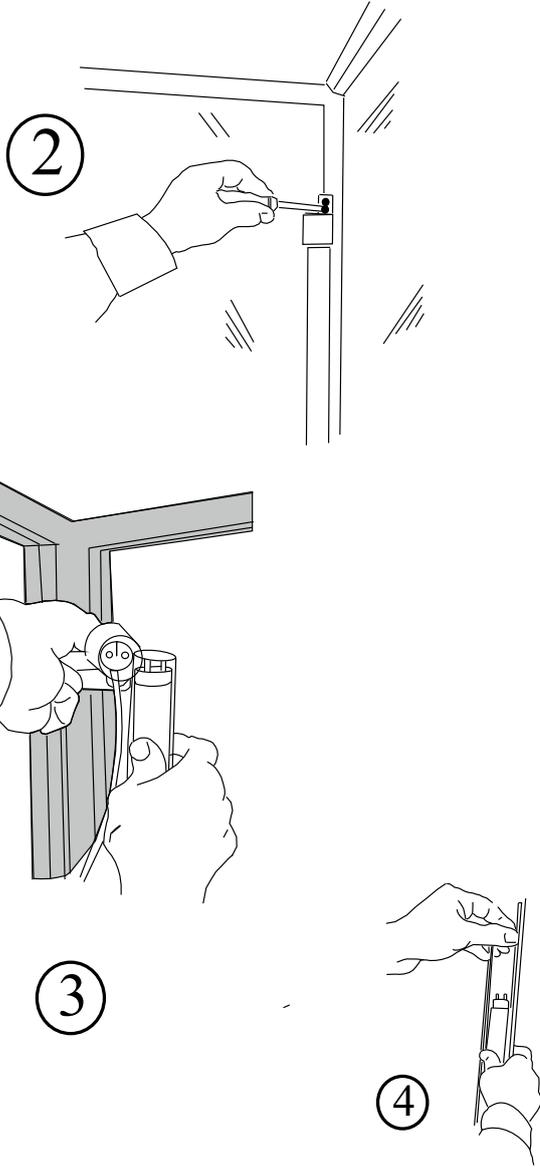

Fig.1
1. Togliere l'alimentazione elettrica, agendo sull'interruttore generale e sfilando la spina dalla presa. 2. Togliere le viti di fissaggio della griglia anteriore e toglierla. 3. Con un pennello eliminare lo strato di pulviscolo dalle alette del condensatore. 4. Con l'aspirapolvere togliere la polvere residua. 5. Rimontare la griglia e ripristinare l'alimentazione elettrica (vedi Fig. 1).
1. Switch off the appliance by turning off the power switch and pulling the plug out of the socket. 2. Unscrew the screws attaching the front grille and then remove it. 3. Remove the dust layer from the condenser's fins using a paintbrush. 4. Use a vacuum cleaner to remove any remaining dust. 5. Refit the grille and switch on the electricity supply (see figure 1).
1. Schalten Sie den Strom ab, indem Sie den Hauptschalter betätigen und den Stecker aus der Steckdose ziehen. 2. Befestigungsschrauben des vorderen Gitters entfernen und das Gitter abnehmen. 3. Mit einem Pinsel den Staub von den Lamellen des Kondensators entfernen. 4. Mit einem Staubsauger den restlichen Staub beseitigen. 5. Gitter wieder einbauen und die Stromversorgung wieder herstellen (siehe Abb. 1).
1. Schakel de elektriciteit van het apparaat uit met behulp van de hoofdschakelaar en door de stekker vervolgens uit het stopcontact te halen. 2. Verwijder de schroeven van het rooster aan de voorkant en neem het rooster weg. 3. Met een kwastje de stoflaag van de koelribben verwijderen. 4. Gebruik een stofzuiger om de rest van het stof te verwijderen. 5. Plaats het rooster terug en sluit de elektriciteit weer aan (zie fig. 1).
1. Desligue a alimentação eléctrica, actuando no interruptor geral e extraindo a ficha da própria tomada. 2. Tire os parafusos de fixação da grelha dianteira e remova-a. 3. Com um pincel elimine a camada de poeira das aletas do condensador. 4. Com o aspirador de pó, elimine os resíduos de pó. 5. Volte a montar a grelha e ligue novamente a alimentação eléctrica (ver a Fig. 1).
1. Slå från eltillförseln med huvudströmbrytaren och dra ut kontakten ur uttaget. 2. Lossa fästskruvarna på det främre gallret och ta bort det. 3. Avlägsna dammlagret från kondensorns flänsar med en pensel. 4. Dammsug bort resterande damm mellan flänsarna. 5. Sätt på gallret igen och koppla på strömmen (fig.1)
1. Afbryd for strømmen ved at slukke for hovedafbryderen og ved at trække stikket ud. 2. Afmonter skrueerne og tag forribben af. 3. Fjern støvlaget fra kondensatorens vinger med en pensel. 4. Benyt en støvsuger for at fjerne resten af støvet. 5. Montér ribben igen og tænd for strømmen igen (Jvf. fig. 1).
1. Schakel de elektrische voeding uit middels de hoofdschakelaar en haal de stekker uit het stopcontact. 2. De beschermingsrooster wegnemen, die zich in het voorste gedeelte bevindt, nadat de schroeven zijn weggehaald. 3. Met een kwastje het stoflaagje op de ribben van de koelinstallatie verwijderen. 4. Verwijder met een stofzuiger het overige stof tussen de ribben. 5. De rooster weer terug monteren en de stroomtoevoer herstellen (zie fig. 1).